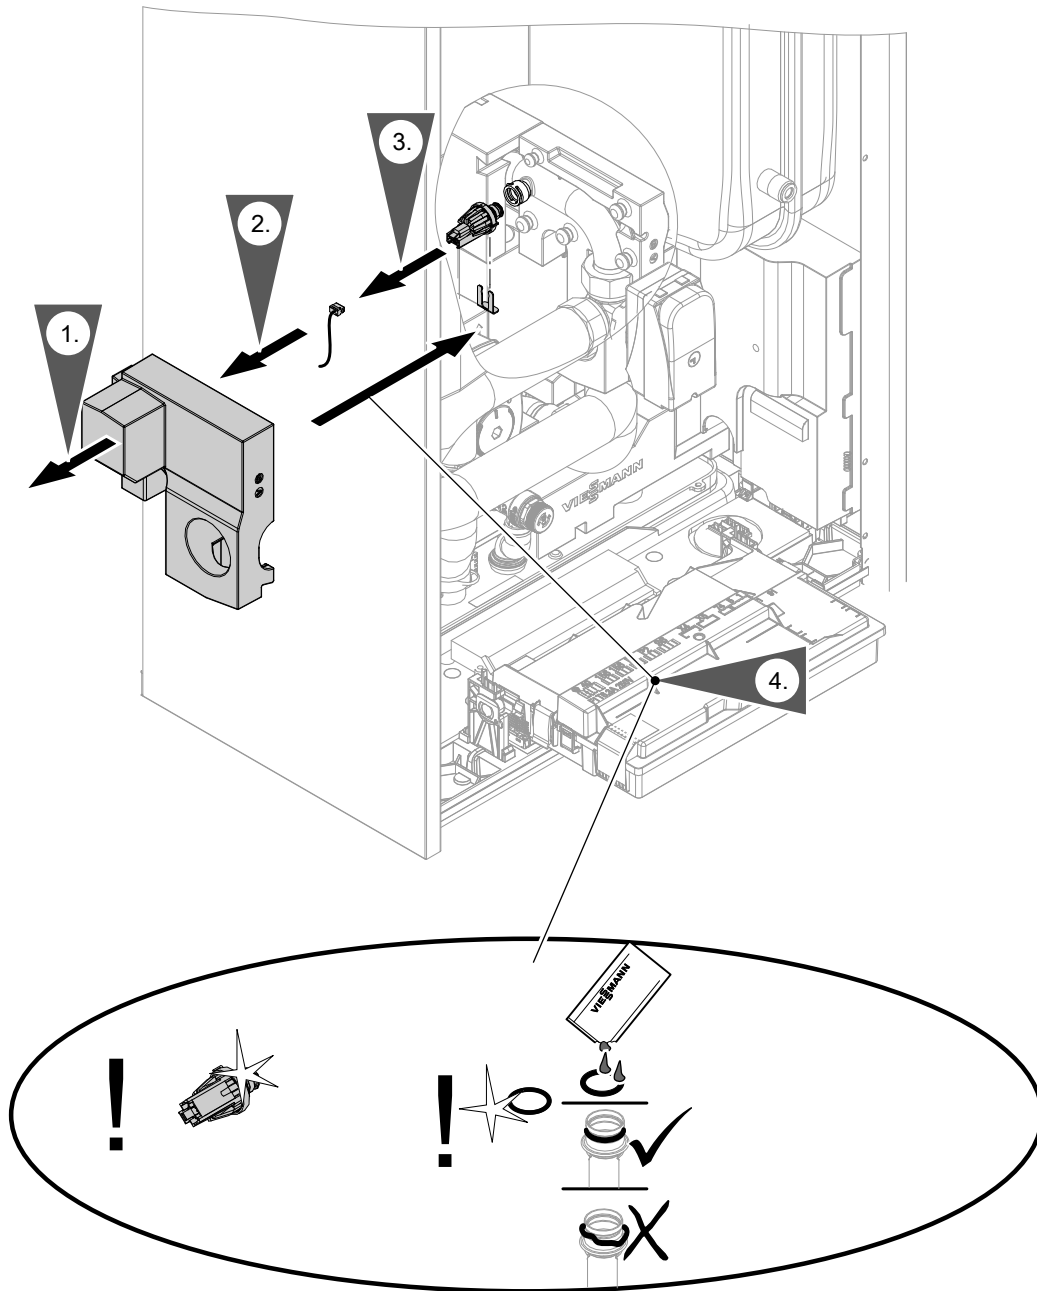

Abb. 98
- Wasserdrucksensor: Siehe Abb. 98.